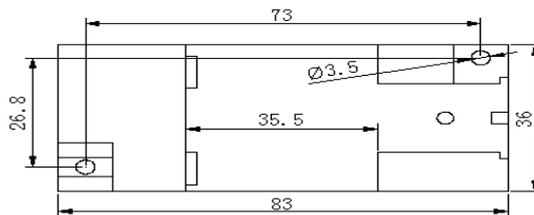

图 5 安装尺寸图
- ① 高精度大电流仪表校验仪输出直接接入，如图 5，记录仪表校验仪的显示数据；
- ② 使用普通高精度仪表校验仪作为信号源时，采用安匝法输入。校验仪输出的小电流 (5A、10A 或更高)，输送到变送器的输入线圈中，在校验仪输出端串接精密电流表监测输入电流，根据安匝法折算出输入电流 I 的值。